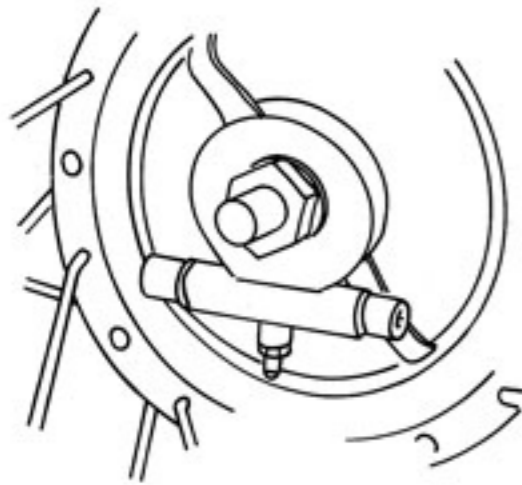

Fig. 1
- Dévisser l'écrou (clé de 18 mm) opposé au flasque, enlever la rondelle et le démultiplicateur (Fig. 1).